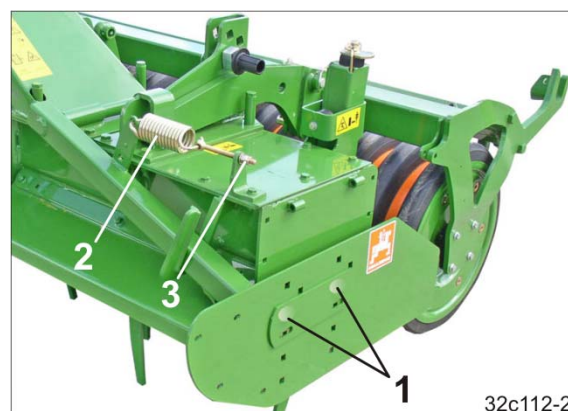

Рис. 119
Боковой щиток закреплен двумя винтами с потайной головкой (Рис. 119/1). Высота щитка регулируется.
2. Отрегулируйте натяжение пружины (Рис. 119/2), вращая гайку (Рис. 119/3).